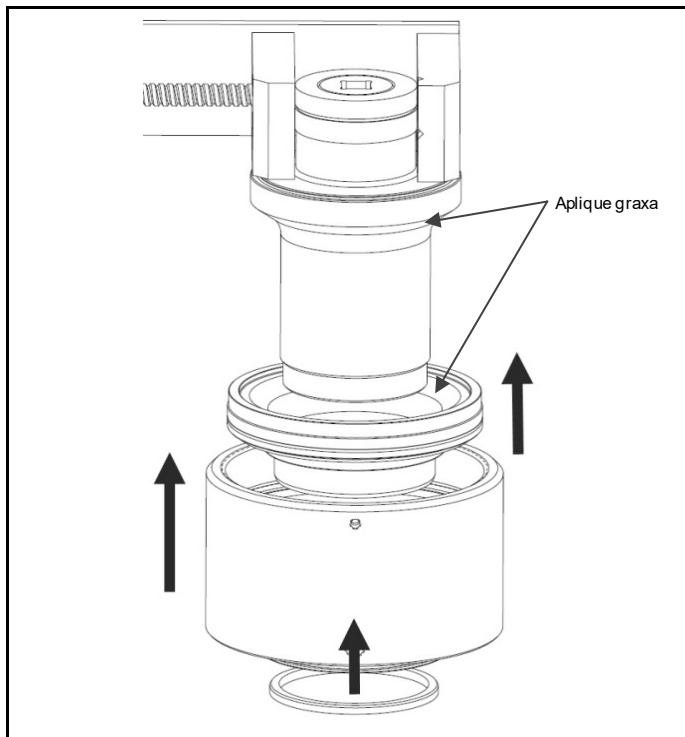

Fig. 4.5 Encaixe o conjunto da inserção, o corpo e o anel de rolamento na barra de tensionamento
- Ao deslizar o corpo e inserir novamente os conjuntos na barra de tensionamento, tome cuidado para não danificar nenhuma das superfícies internas. (Fig. 4.5)